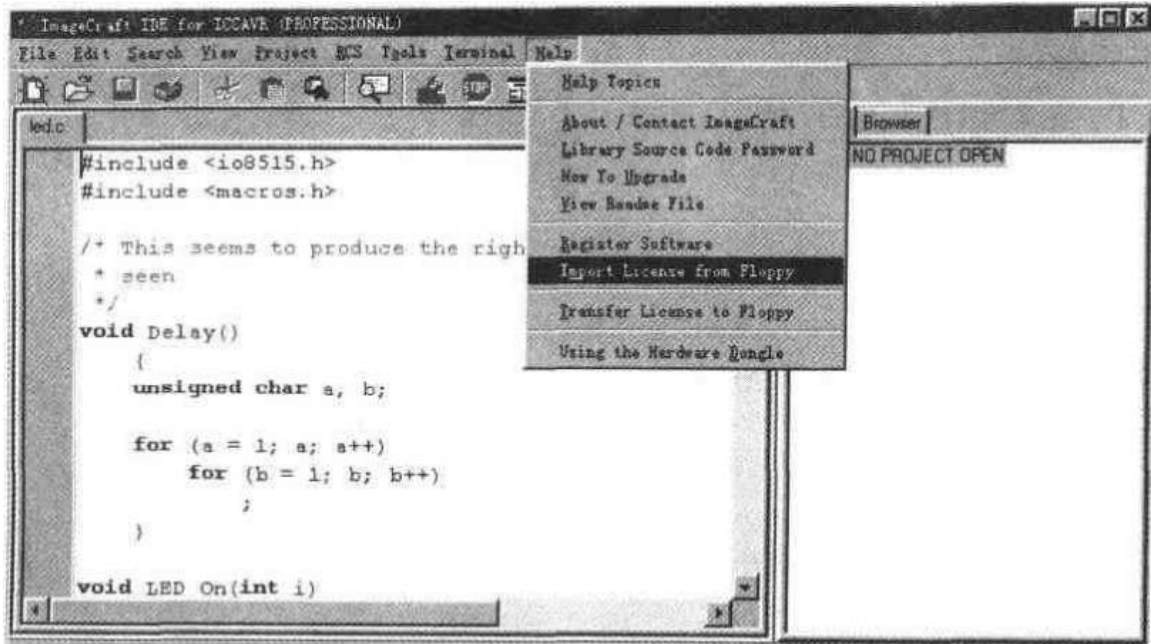

图 9.1 ICC AVR 工作窗口
- ① 启动 ICC AVR 编译器的集成环境(IDE)。
- ② 将正式版中附带的一张名称为 Unlock Disk 的软盘插入用户机器的软盘驱动器中。
- ③ 在 IDE 的 Help 菜单中,单击标题为 Importing a License from a Floppy Disk 的一项(见图 9.1)。
④ ICC AVR 软件自动进行注册。当注册完成后,提示用户注册文件已从软盘中移走。当用户“确定”并重新启动 ICC AVR 后,会看到软件已经完成注册。